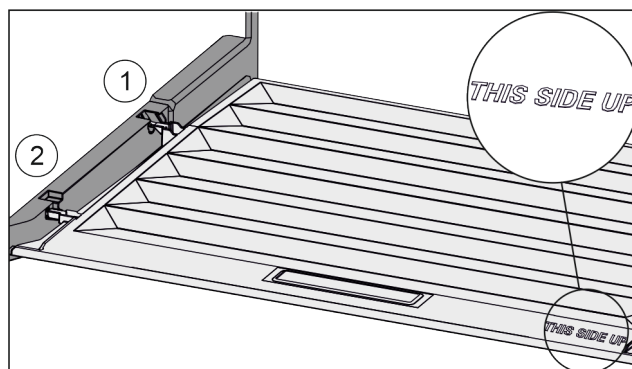

Fig. 27
- ▶ Ramiona pokrywy wprowadzić ponad otworem tylnego uchwyty Fig. 27 (1) i zażebić z przodu w uchwycie Fig. 27 (2).